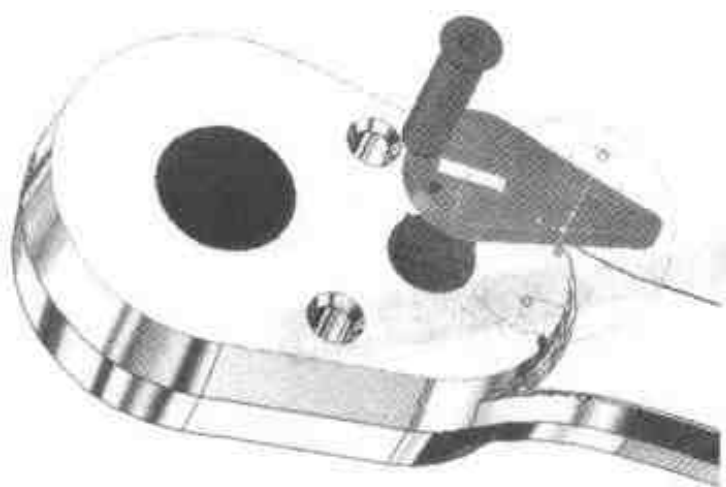
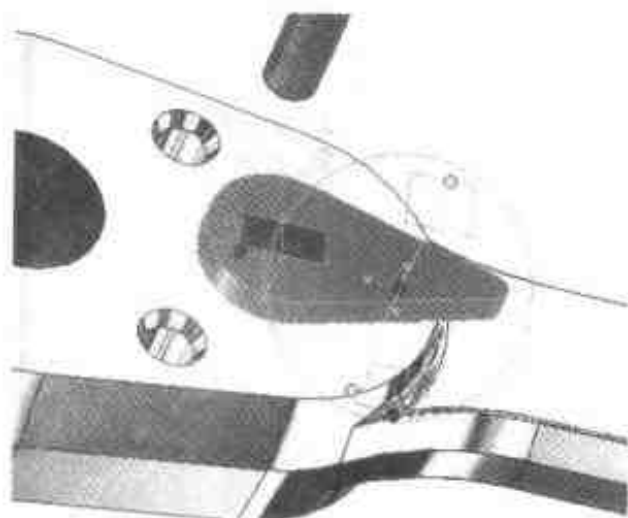

图 5.19 凸轮 1 和凸轮 2 的配合方式
图 5.20 凸轮 1 和凸轮 2 的装配
- (3) 使凸轮 1 是与凸轮 2 同一运动，它们是通过矩形槽孔的配合进行运动的，如图 5.19 所示。在零件状态下选择凸轮 1，仍然利用三维球将矩形凸槽放置到矩形孔内，结果如图 5.20 所示。